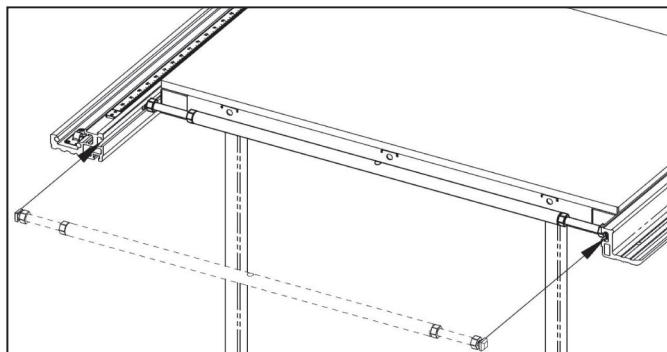

图 6-13
- (2) 如图 6-13，将【导轨横拉杆组件 E】两端的偏心螺钉滑入前、后导轨 T 型槽内。接近延伸台板后，分别旋转左旋螺杆及右旋螺杆，锁紧偏心螺钉。